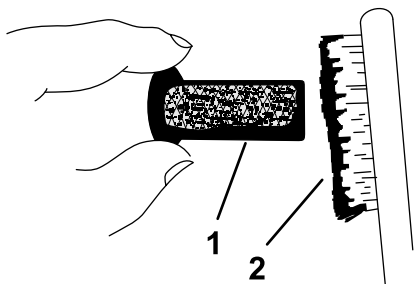

Figure 50
9. Avec une brosse, décalaminez la grille du pare-étincelles avec précaution (Figure 50).